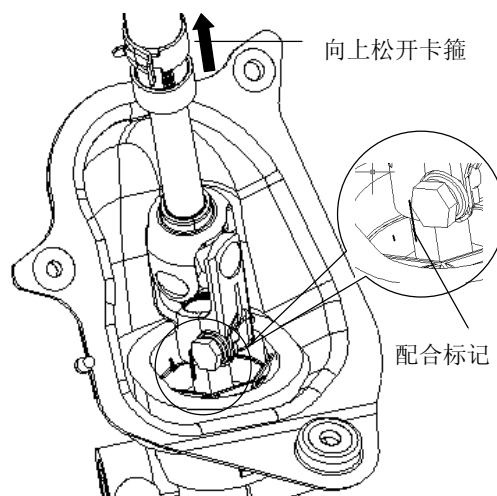

图 5.2-11
- 10) 脱开转向管柱及万向节总成，如图 5.2-11 所示。